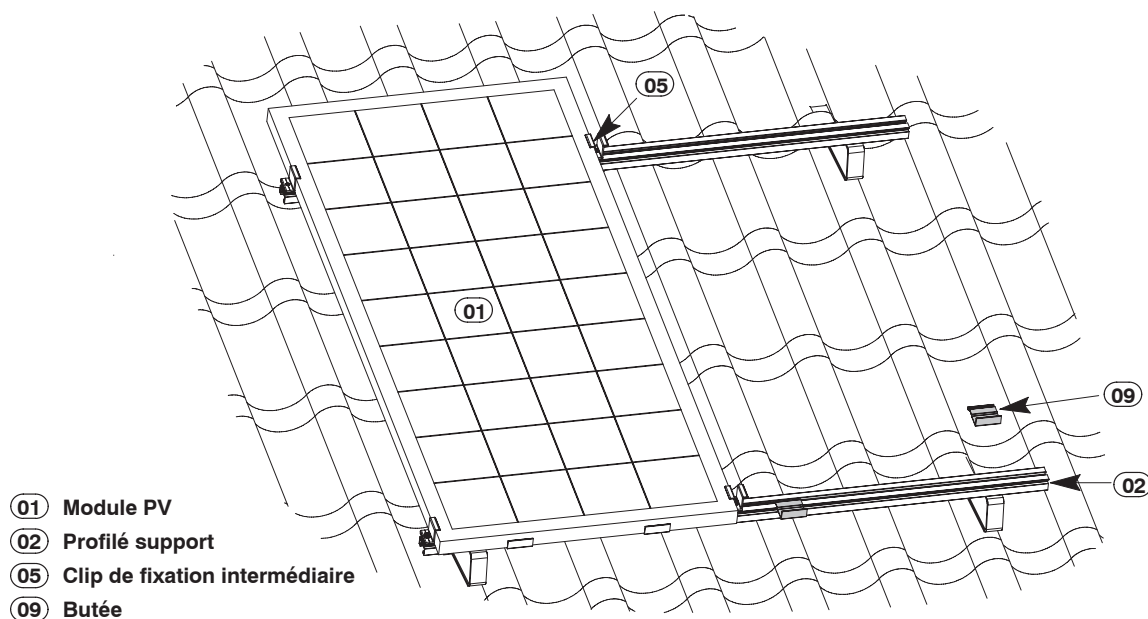

Figure 12a : Positionnement des pattes de retenue
- 4.) Accrocher deux butées (09) sur le profilé support inférieur, comme décrit à la figure 12a.